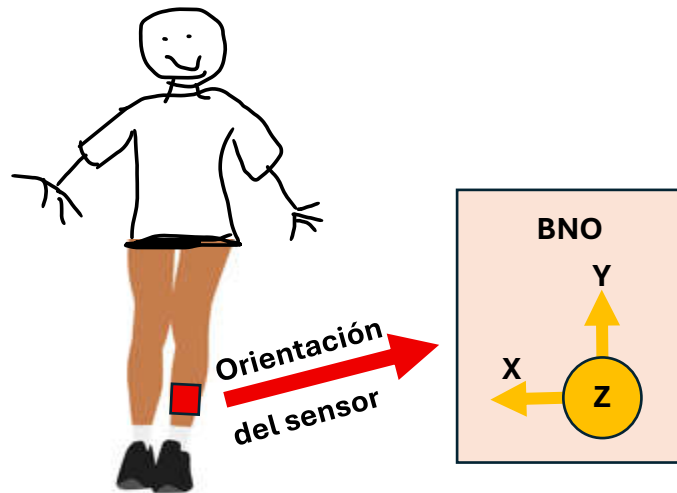

Figura 1. Posición inicial y orientación del nodo sensor.
- Colocar el nodo sensor en el maniquí en su posición inicial y con la orientación como se muestra en la figura 1. Y prender el nodo sensor.